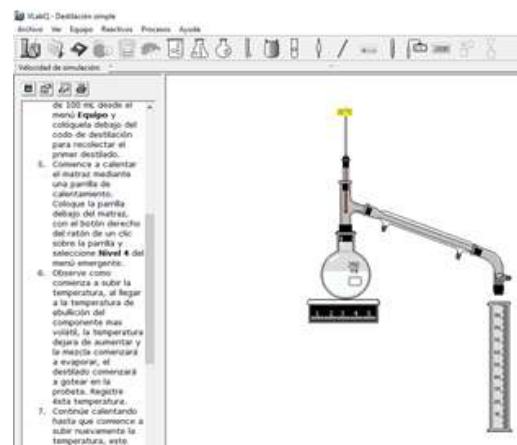

Figura 6. Equipo de destilación simple.
4. Obtenga una probeta de 100 [ml] desde el menú **Equipo** y colóquela debajo del codo de destilación para recolectar el primer destilado. El equipo quedará armado como se muestra en la figura 6.